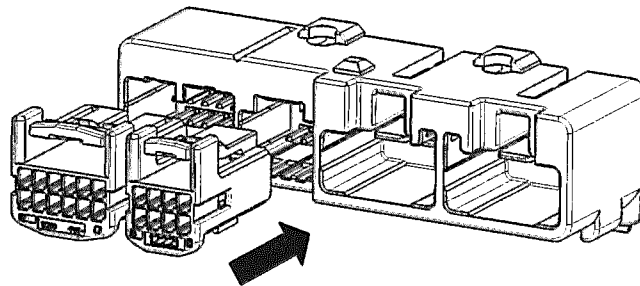

Fig.15
- (1)端子のハウジングへの装着状態、電線の束ね位置は正しいか、またリテーナーが本係止状態になっていることを確認して下さい。仮係止状態になっている場合は本係止状態にして下さい(4項参照)。
- (2)次に、端子の変形、変色、傷、錆、ハウジングの変形、割れ、欠損、変色等の異常がないか確認して下さい。
- (3)指定のメス・ハウジングをオス・コネクタに Fig.15 のような向きに真っ直ぐ挿入して下さい。「パチン」と音がしてそれ以上押し込むことができなければ嵌合は完了です。挿入できない場合は、無理に押し込まず、(1)、(2)の項目を再度確認して下さい。